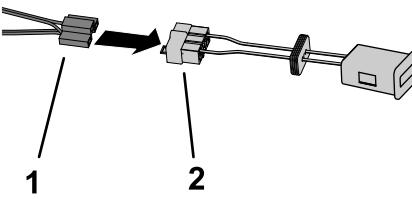

Figura 3
4. Collegate il contaore wireless al cablaggio del Kit WHM (Figura 3).